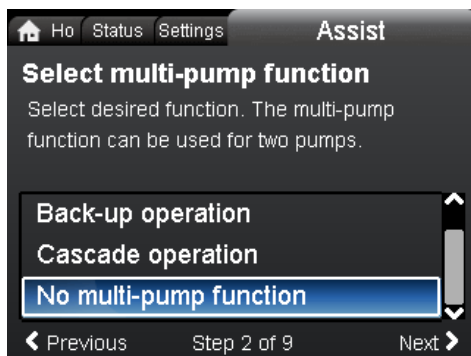

Рис. 42 Разъединение головных частей
3. Оставшаяся головная часть все еще связана с неисправной головной частью, которая была снята. Перейдите в меню "Assist" (дополнительные настройки) и выберите "Multi-pump setup" (настройка нескольких насосов). Выберите "No multi-pump function", чтобы разъединить головные части насоса. См. рис. 42 и руководство в окне дисплея.